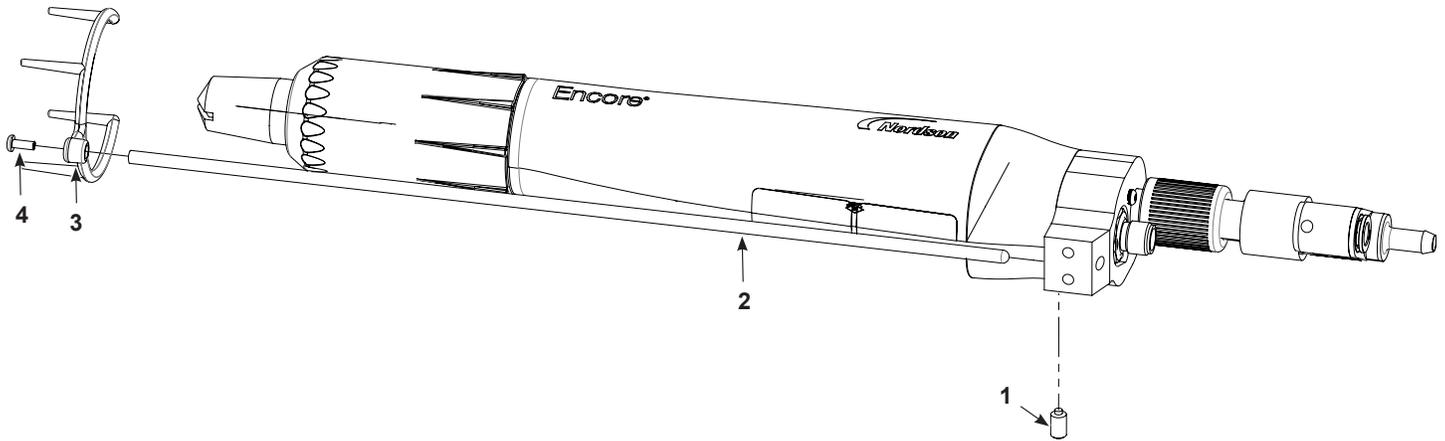

Figura 3-7 Installazione del collettore di ioni - Pistola a spruzzo con montaggio su barra (per chiarezza, alcuni pezzi non sono illustrati)
1. Vedi Figura 3-7. Inserire l'asta del collettore (1) nell'adattatore di montaggio su barra e fissarla con la vite di arresto M5 x 8 (2) in dotazione nel kit collettore di ioni.
2. Applicare la punta multipunto (3) all'asta del collettore usando la vite M3 x 8 (4).